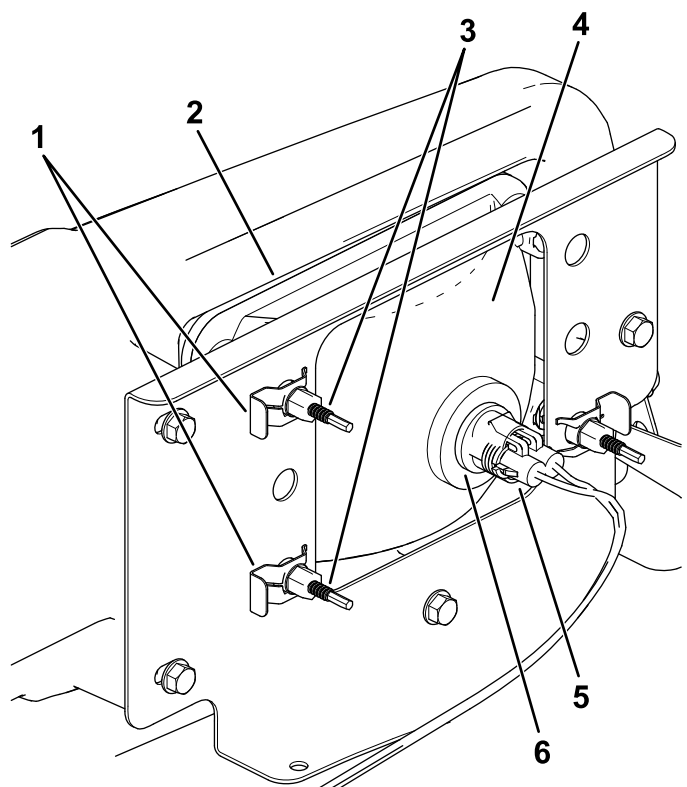

図 42
3. ランプアセンブリのコネクタから、ハーネス用のコネクタを外す 図 42。
4. ヘッドライトをヘッドライトブラケットに固定しているスピードクリップを外す 図 42。
5. ヘッドライトアセンブリ全体を前に押し出して、前バンパーから外す 図 42。
6. 取り付け穴に新しいヘッドライトを取り付ける 図 42。
8. ハーネス用のコネクタを、新しいランプアセンブリのコネクタに接続する 図 42。
5. ヘッドライトアセンブリの裏側部分にある調整ねじ 図 42 を回してヘッドライトアセンブリの角度を変えてビームの方向を調整する。